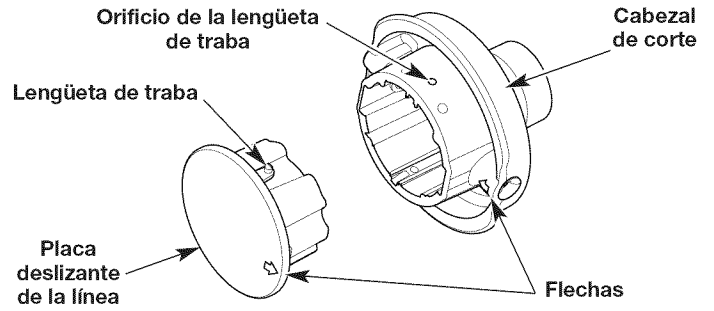

Fig. 17
2. Inserte un destornillador Phillips pequeño en el orificio de la lengüeta de traba y empújela hacia adentro (Fig. 17). Al mismo tiempo, hale la placa deslizante de la línea fuera del cabezal de corte.
4. Alinee la flecha de la placa deslizante de la línea con la flecha en el cabezal de corte (Fig.17).